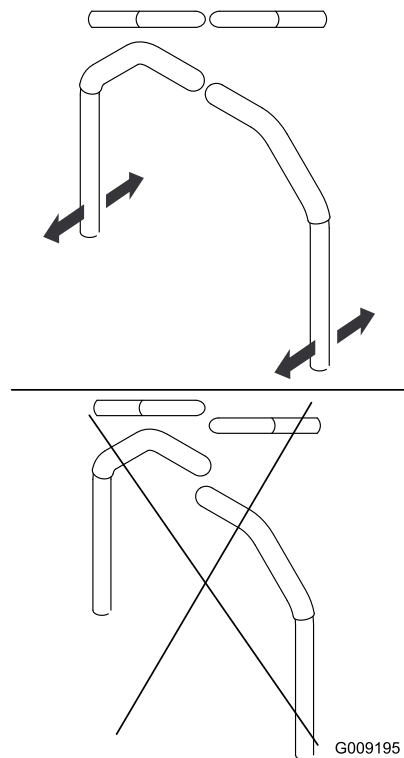

Figura 53
9. Alinee las palancas en el sentido adelante/atrás acercándolas a la posición de PUNTO MUERTO, y moviéndolas hasta que estén alineadas; luego apriete los pernos (Figura 53).